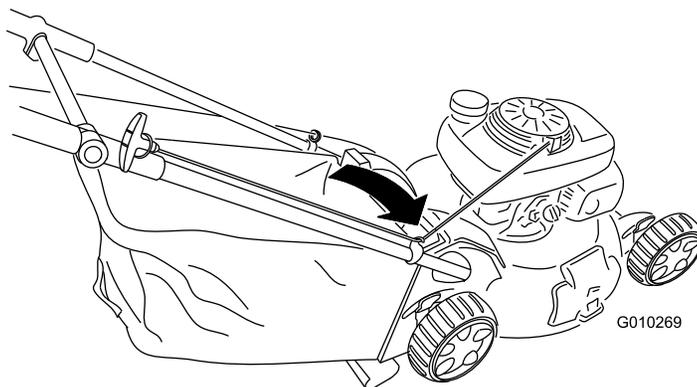

Figura 27
- Avvolgete il cavo di avviamento attorno al guidacavo inferiore (Figura 27).